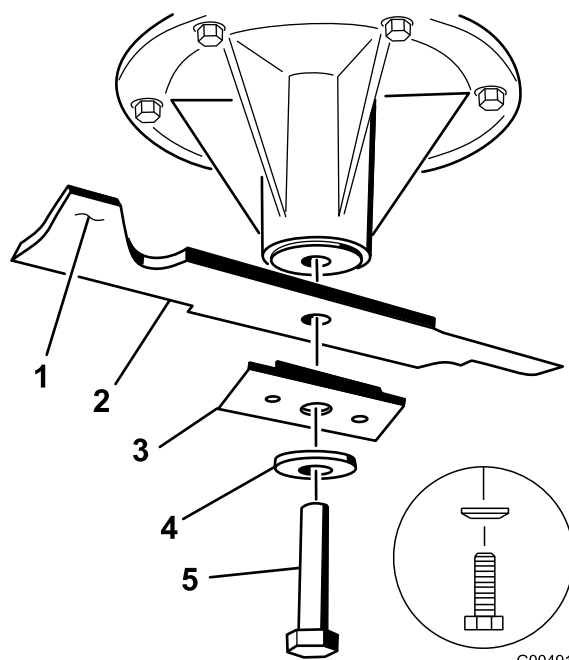

Figura 63
3. En las plataformas de cortacésped de 36 y 52 pulgadas, retire del eje el perno de la cuchilla, la arandela curva, el refuerzo y la cuchilla (Figura 63).
3. En las plataformas de cortacésped de 36 y 52 pulgadas, instale la cuchilla, el refuerzo, la arandela curva y el perno de la cuchilla (Figura 63).